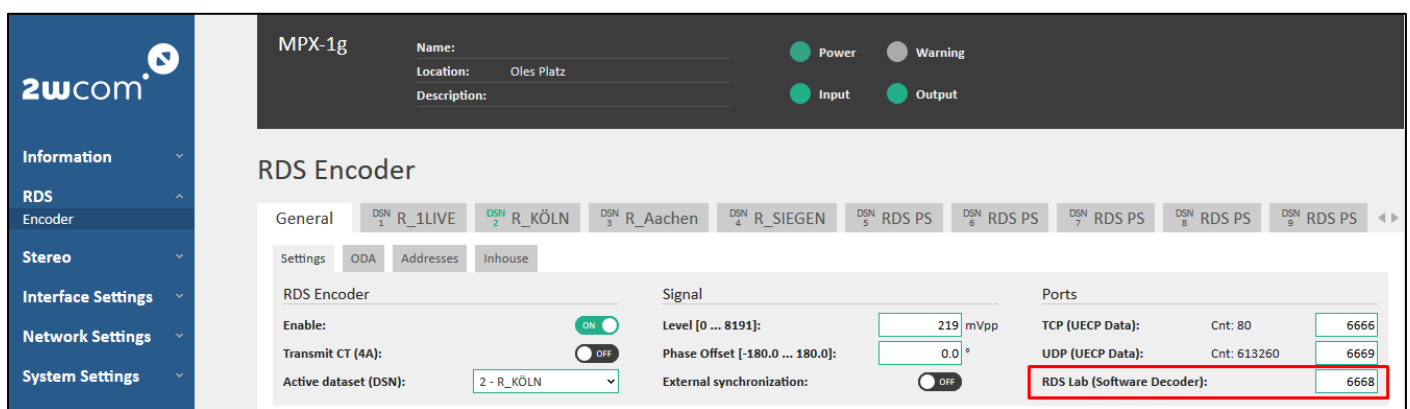

Abbildung 39: Konfiguration der Portnummer für die Verbindung mit RDS-Lab
5. Die Portnummer kann im Webinterface vom MPX-1g unter **RDS→Encoder** geändert werden (s. Abbildung 39). Der Standardwert ist 6668.